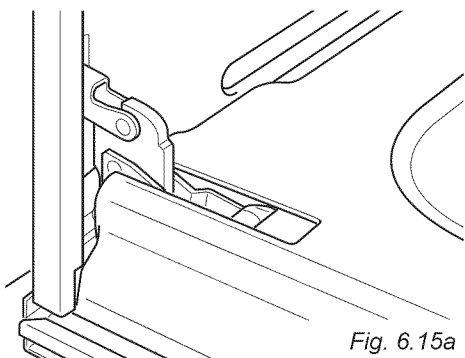

Fig. 6.15a
- Ouvrez complètement la porte du four (fig. 6.15a).